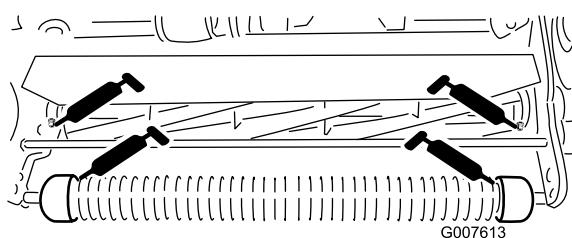

図 17
- ・ 前ローラ2ヶ所図17
- ・ リールベアリング2ヶ所図17